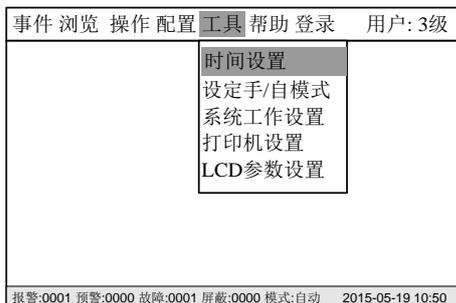

图 23-2
- 按“→”键选择“工具”子菜单（图 23-2），选择“设置时间”，然后按“OK”键，时间设置窗口显示（图 23-3）。